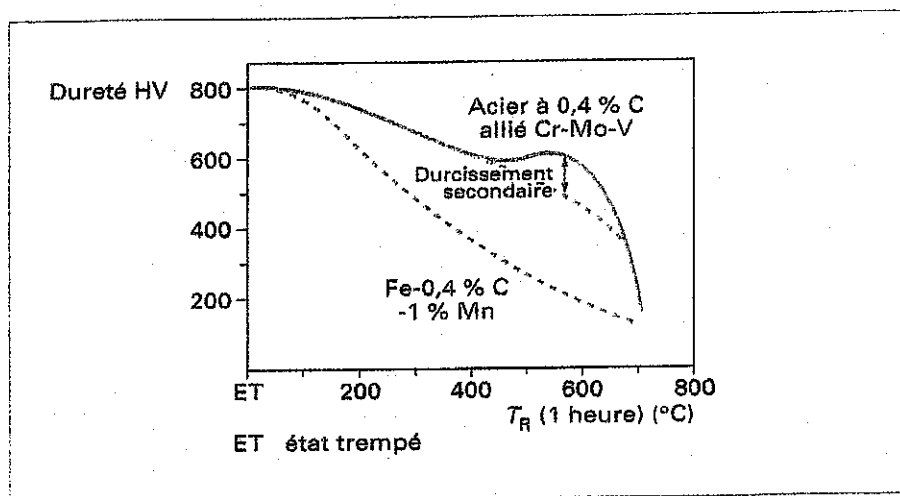

Figure 7 : Evolution de la dureté en fonction de la température de revenu
5. Expliquez la figure 7 en rappelant quel est le rôle des éléments d'addition dans un acier.